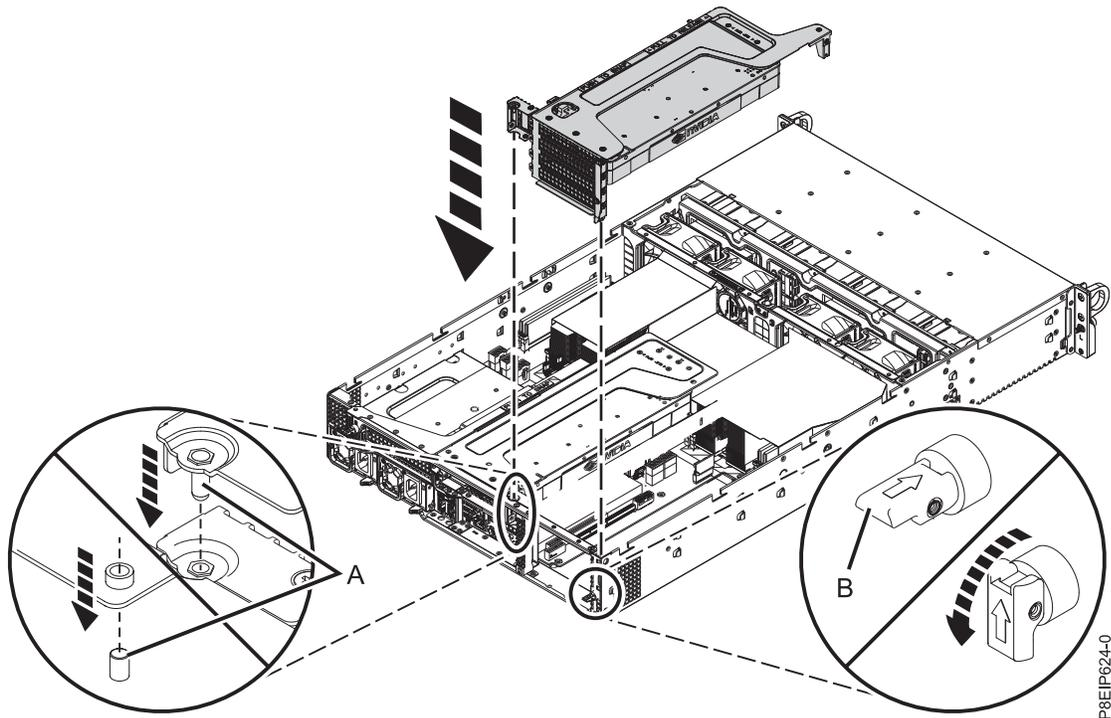

Figura 58. Inserción de la tarjeta de expansión del adaptador PCIe
- f. Inserte la tarjeta de expansión PCIe, como se muestra en la Figura 58 en la página 49.
- 1) Retire la patilla de sujeción (B) para que la flecha apunte al sistema.
- 2) Inserte la tarjeta de expansión, utilizando las ranuras y las patillas de alineación (A) para insertarla correctamente. Empuje la tarjeta de expansión con firmeza en la placa posterior del sistema.
3) Coloque la patilla de sujeción (B) para fijar la tarjeta de expansión.